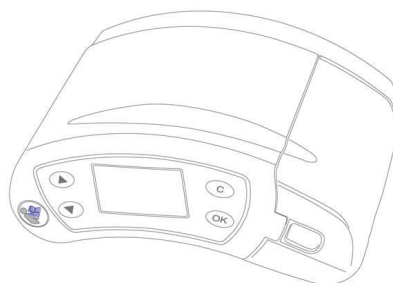

Bild 5 DYSSUCTION® Suction Device horisontellt
3. Placera apparaten stående eller horisontellt (Abb. 5) på en stabil, jämn yta utan lutning. Den kan även placeras bredvid patientens säng. För det fallet finns justerbara hållare för rör- och skensystem.